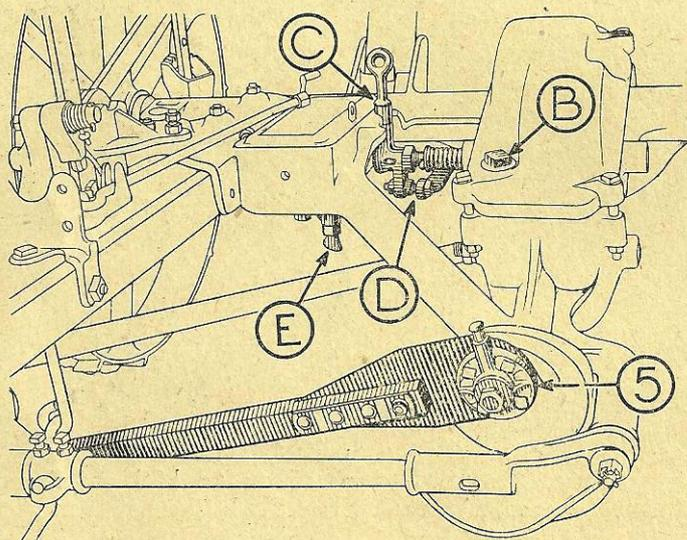

Figure 4
**Les engrenages de cette faucheuse doivent fonctionner dans l'huile.** Avant de vous en servir, enlevez le bouchon B (figure 4) de couvercle de carter d'engrenages et versez dans ce carter **deux litres** d'huile demi-fluide à machine dont le niveau couvrira la partie supérieure de l'arbre du plateau-manivelle, quand l'extrémité avant des limonnières se trouve à la hauteur voulue. Maintenez constamment ce niveau en ajoutant de la nouvelle huile dès que cela sera nécessaire.
L'embrayage ou le débrayage se fait aussi à l'aide de levier de débrayage C (figure 4) même quand la barre est à terre.
Si quelquefois le débrayage automatique ne fonctionne pas bien, c'est-à-dire si la machine est débrayée en partie ou entièrement par la pédale ou n'est pas débrayée quand le levier de relevage est au premier cran du secteur, vous pouvez y remédier au moyen du boulon de réglage D (figure 4). Dans le cas où la barre coupeuse ne se relève pas tout à fait verticalement, on peut y remédier à l'aide de la butée de jambe de force E (figure 4).